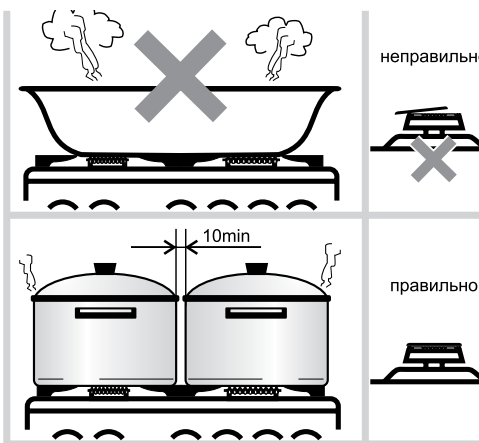

Рис.20
- Размеры посуды (см. табл. 4 и рис.20) и режим работы горелок нужно выбирать таким образом, чтобы пламя не выходило за края и не «лизало» боковые стенки.
- Запрещается использовать устанавливая на решетки какие-либо дополнительные рассекатели пламени и пользоваться горелками со смещенными крышечками (рис. 20). Это может привести к разрушению стеклянного стола или необратимому ухудшению внешнего вида стола из нержавеющей стали.